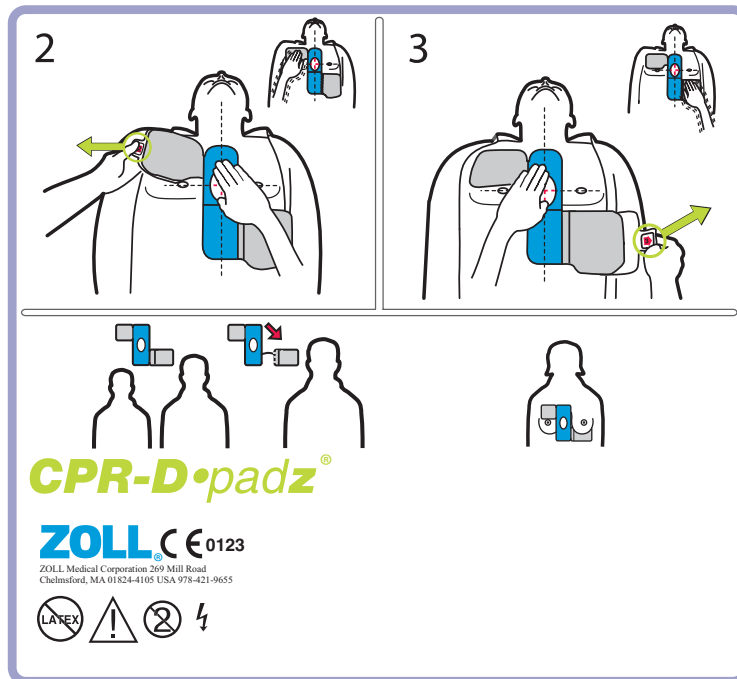

Abbildung 5: Anbringen der CPR-D-padz
1. Reißen Sie die Elektrodenpackung auf und entfalten Sie die Elektroden. Orientieren Sie sich an den Grafiken (siehe Abbildung 5).